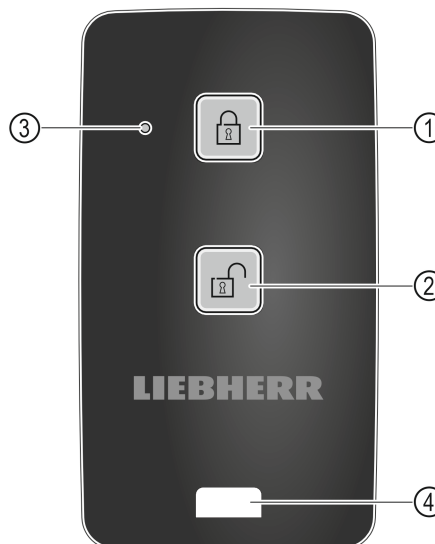

Fig. 165
- Taste Fig. 165 (1) auf der Fernbedienung drücken.
- Taste Fig. 165 (2) auf der Fernbedienung drücken.
- Status-LED Fig. 165 (3) gibt bei Tastendruck eine optische Rückmeldung.
- Öse Fig. 165 (4) zur Befestigung der Fernbedienung, zum Beispiel an einem Schlüsselbund.